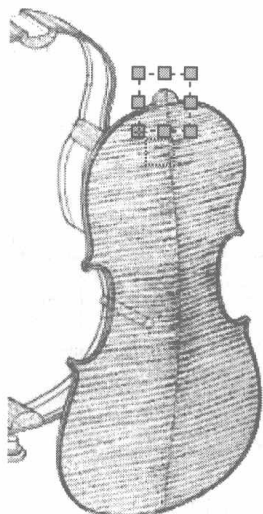
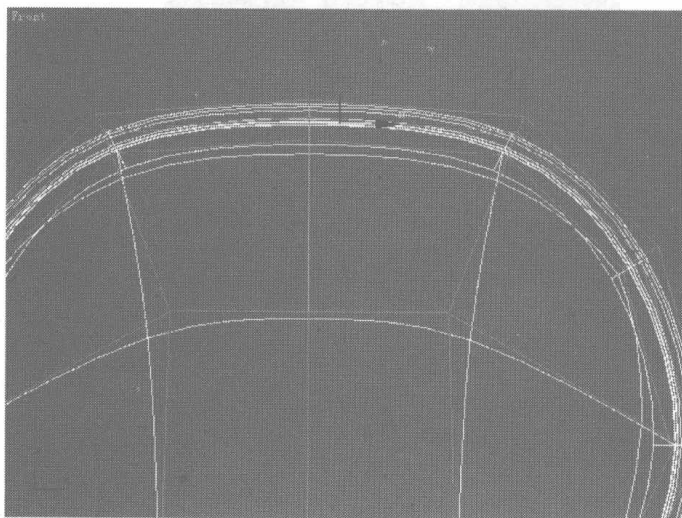
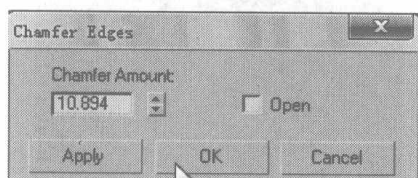
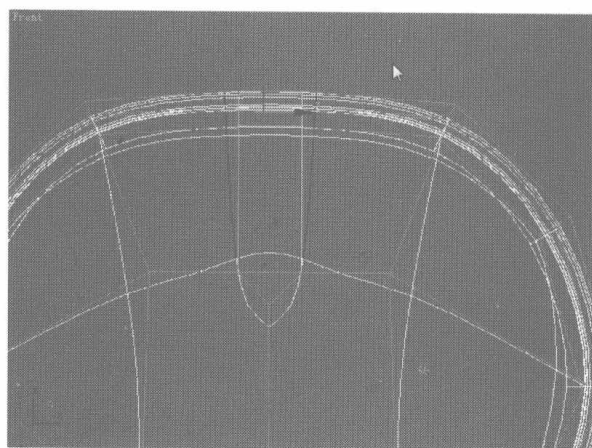

图 5.68
图 5.69
图 5.70
图 5.71
- 16** 接下来制作后面板上的一个凸起的部分，如图 5.68 所示。选择如图 5.69 所示的曲线，单击 **Chamfer** 右边的小按钮，在弹出的对话框中设置倒角参数如图 5.70 所示，结果如图 5.71 所示。